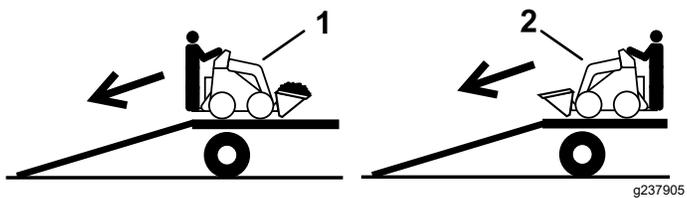

図 15
2. 機体の前後のうち重い方を上登り側にし、荷を低くして降ろす 図 15。